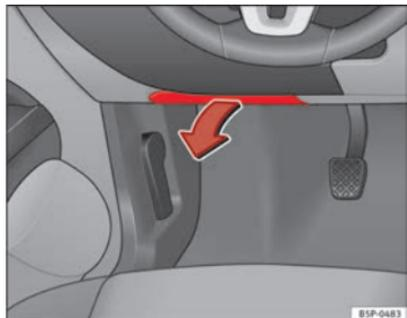

Fig. 185 Lado esquerdo do painel de instrumentos: tampa da caixa de fusíveis.
- *Abrir*: recline a cobertura para baixo → Fig. 185.